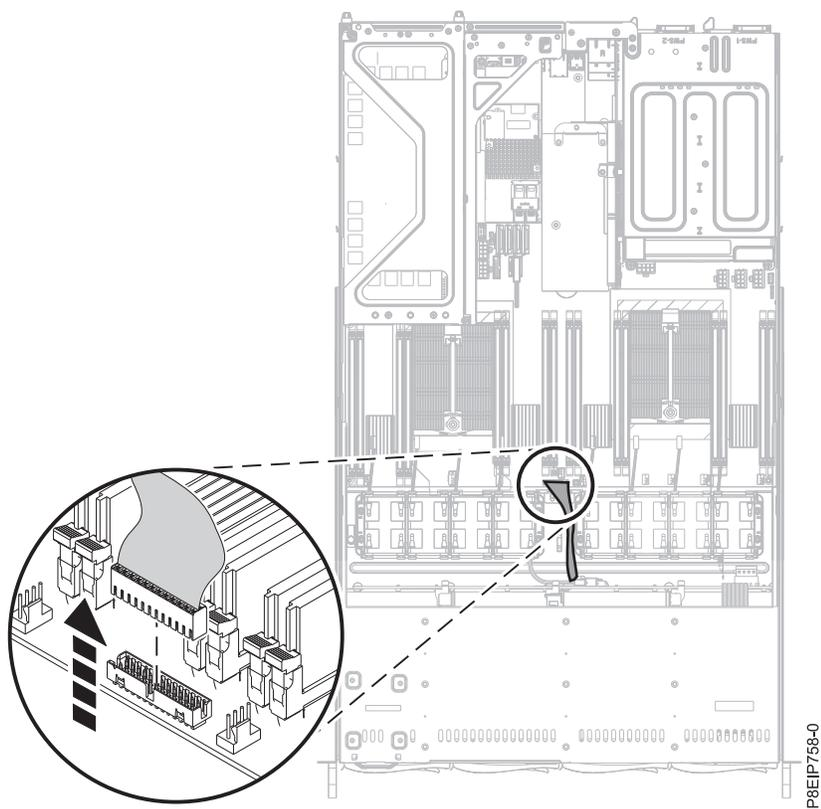

Figura 31. Extracción del cable del panel de operador
10. Extraiga el cable del panel de operador de la placa posterior del sistema, como se muestra en la Figura 31 en la página 34.